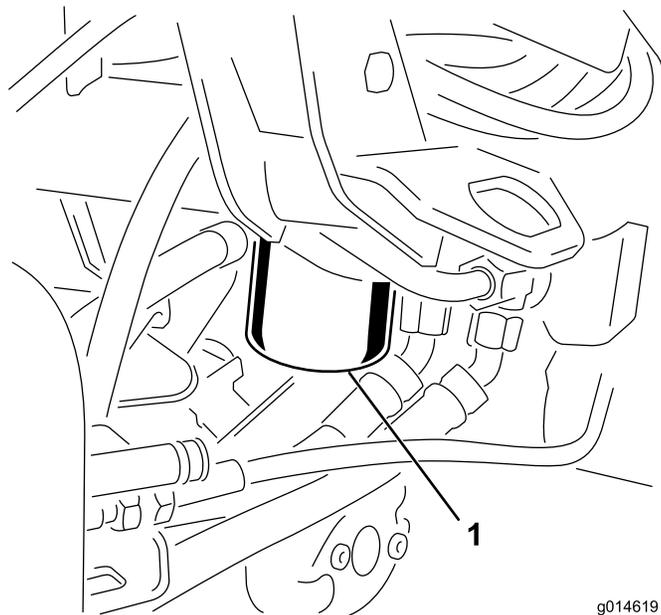

Рисунок 43
1. Очистите область вокруг места крепления фильтра (Рисунок 43). Поместите сливной поддон под фильтр, а затем снимите фильтр.